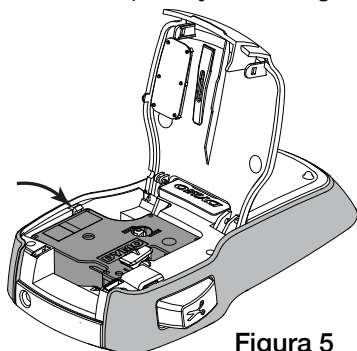

Figura 5
- 3 Insira a cassette e prima com força até que a cassette encaixe na perfeição. Ver Figura 5.